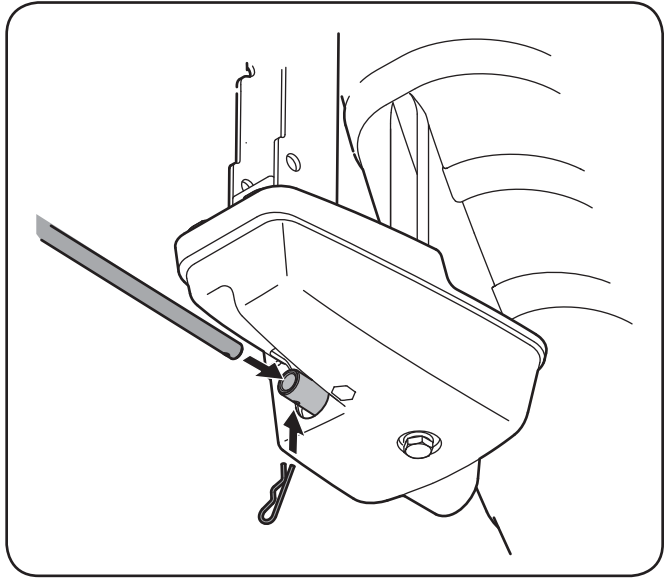

Figure 3-7
- Retirez la goupille fendue et insérez la manivelle de commande de la goulotte dans le raccord sur l'ensemble de la commande de la goulotte. Voir la Fig. 3-7.